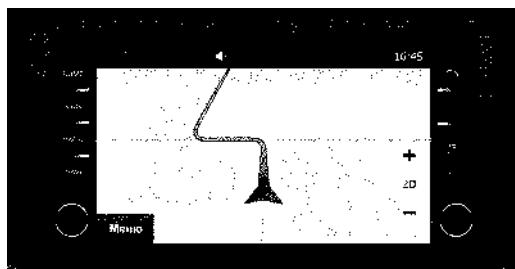

Рис. 3. 18. Отображение информации навигационной системы Navitel на экране ММС
Информация навигационной системы отображается на сенсорном экране ММС (рис. 3. 18).
Схема положений рычага переключения передач в механической коробке передач нанесена сверху на рукоятке (рис. 3. 19):
-блок интерфейса пользователя (БИП) с кнопкой «SOS» 3 (рис. 3. 23) находящийся на внутренней части крыши салона;